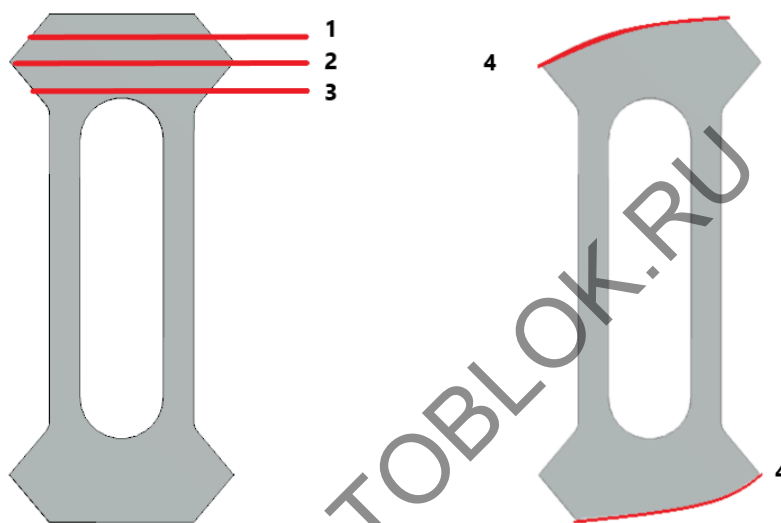

Рис.8. Степень износа очищающего элемента.
После проверки на целостность, осмотрите щетку на степень износа. Щетка считается непригодной к использованию в случае полного износа очищающих элементов в соответствии со схемой на рис.8.
1. Износ 25% (рис.8 линия 1).
2. Износ 50% (рис.8 линия 2).
3. Износ 100% – при таком износе щетка подлежит замене. Обратитесь к производителю или дилеру (рис.8 линия 3).
4. Диагональный износ (30%). В случае износа такой формы требуется зеркальная перестановка щетки целиком (рис.8 линия 4).